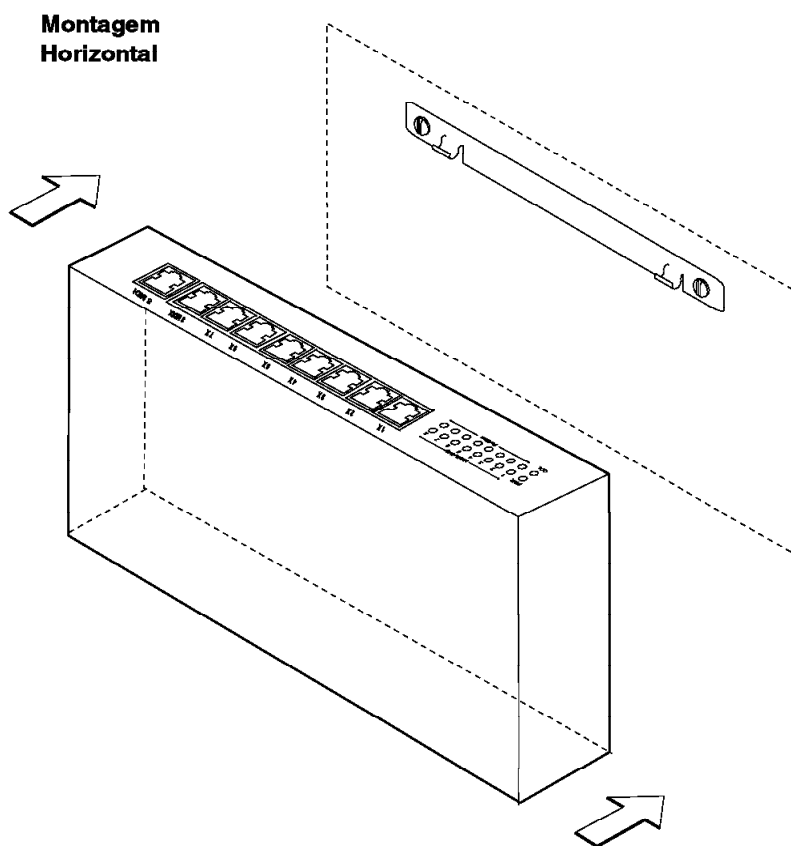

Figura 2-1. Montagem na Parede de um Hub Ethernet Desktop
- c Prenda o hub sobre o suporte de fixação até que os slots da parte posterior do hub apoiem firmemente no suporte de fixação. Figura 2-1 na página 2-4 mostra esta etapa.